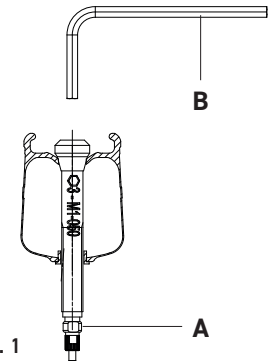

Fig. 1
- Serrate il controdado della valvola (A - Fig. 1) tenendolo fermo con una mano o una pinza e ruotando la valvola con una chiave a brugola da 3 mm (B - Fig. 1).